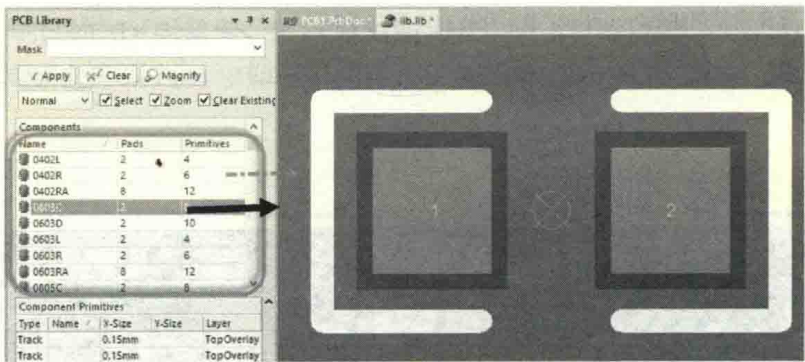

图 5-50 选择 0603C 封装
(1) 同样导入打开常用的封装库，选择 0603C 封装，如图 5-50 所示。